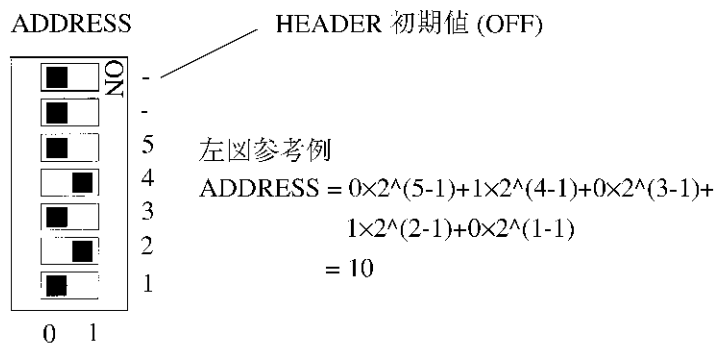

図 2-3 GPIB アドレス の設定
| 2. | GP-IB アドレス・スイッチ | 本器の GPIB 制御を行うときに設定します。第 1 ビットから第 5 ビットのスイッチでアドレスを設定します。アドレスは 31(0 ~ 30) 種類の設定が可能です。各ビットは左側に設定すると OFF(0)、右側に設定すると ON(1) となります (図 2-3 参照)。 |